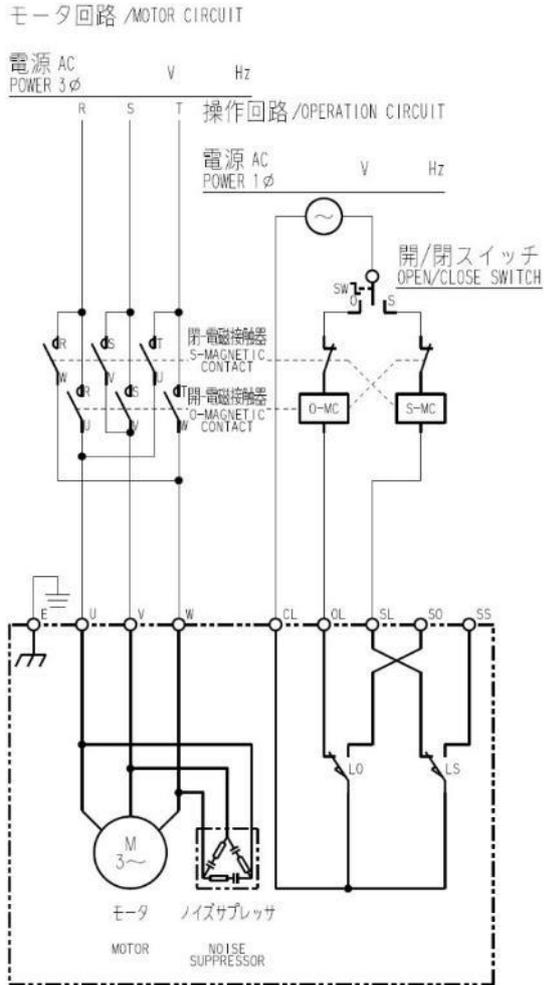

図 6 : B形内部接続図
- (1) 端子箱カバーを取り外します。端子箱と端子箱カバーの間にはパッキンが入っていますので、紛失したり傷を付けないように注意してください。
- (2) ケーブルをケーブルグランドに通しケーブル先端に圧着端子を取付けます。圧着端子のかしめは適正工具で確実に行ってください。
- (3) 図6、7に制御動作B及びCの標準接続図を示します。制御動作CEやCX、その他特殊仕様の場合、本図通りでは無いことがありますので、接続図や仕様書で確認してください。
- (4) 端子台への接続は、プラスドライバーの2番を使用し確実に行ってください。
- (5) 配線終了後、パッキンの挟み込みに注意して端子箱カバーを取付けてください。